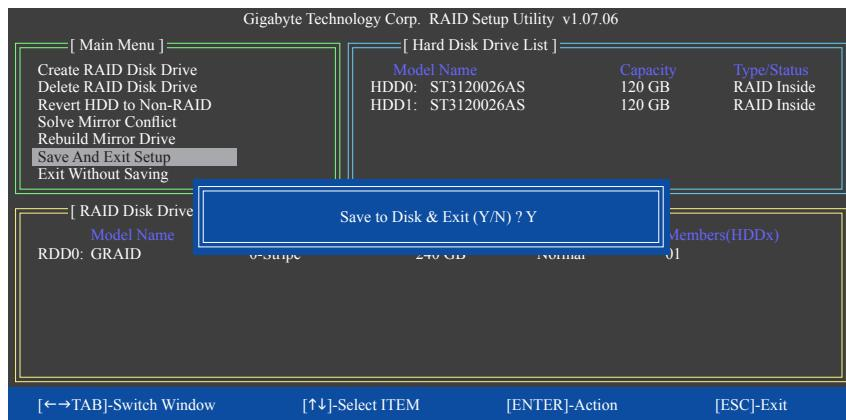

図 10
7. **Save and Exit Setup:** RAID アレイを構成した後、メイン画面で **Save And Exit Setup** 項目を選択し、設定を保存してから RAID BIOS ユーティリティを終了し、**<Y>** を押します(図 10)。